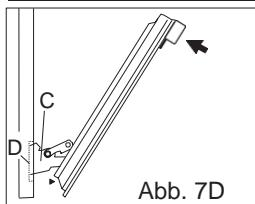

Abb. 7D
4) Drücken Sie die Tür mit beiden Händen leicht nach innen, rasten Sie somit die Scharniere „**C**“ der Tür aus den Schlitten „**D**“ (siehe Abb. 7D) aus und ziehen Sie dann die Tür zu sich, bis sie vollkommen vom Backofen gelöst ist.